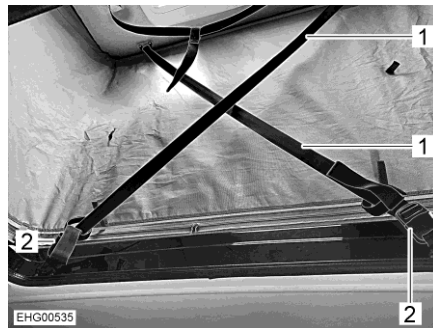

Bild 43 Windsicherung
- Beide Sicherungsgurte (Bild 43,1) vollständig ausziehen.
- Sicherungsgurte jeweils diagonal an den Gurtschlössern (Bild 43,2) einhängen.